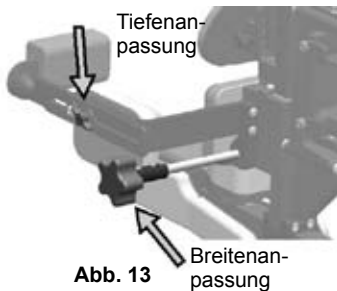

Abb. 13
- Den Abstand zwischen den Beckenpolstern über den Drehknopf an der Außenseite der Beckenpolster (links vom Benutzer; Abb. 13) so einstellen, dass der Benutzer leicht zwischen die Polster gesetzt werden kann. Bei Drehung des Knopfes im Uhrzeigersinn wird der Abstand zwischen den Polstern vergrößert und bei Drehung gegen den Uhrzeigersinn verkleinert.
des Benutzers in Position halten. Den Drehknopf für die Tiefenanpassung wieder fest anziehen (Abb. 13).